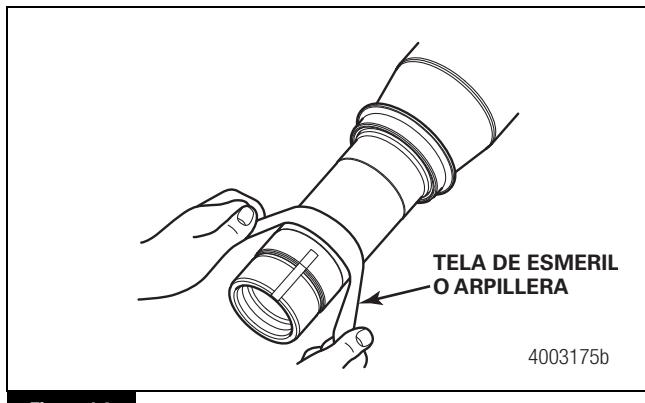

Figura 4.2
1. Inspeccione todas las superficies torneadas del conjunto del eje. Repare cualquier rayadura, mella o superficie estropeada con una tela de esmeril o arpillería. Figura 4.2.